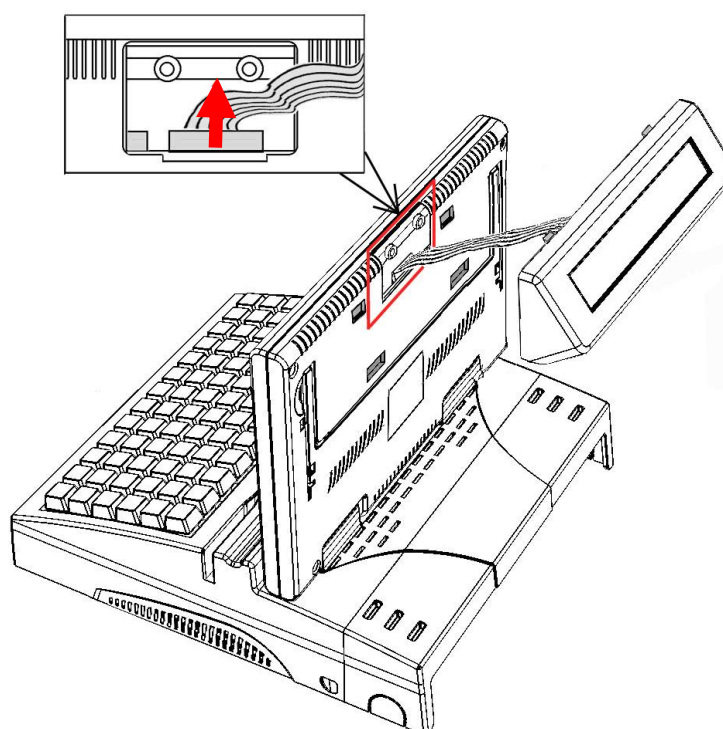

Рисунок 16. Снятие дисплея покупателя
6. Аккуратно, не повредив кабель дисплея покупателя, отвести ДП на расстояние не больше длины кабеля дисплея покупателя (смотрите рисунок 16).
7. Разъем кабеля дисплея покупателя установлен на видео плате, которая закреплена на внутренней поверхности задней панели дисплея кассира. Через проем в верхней части задней панели дисплея кассира отделить разъем (вилку) кабеля дисплея покупателя от видео платы (смотрите рисунок 16).